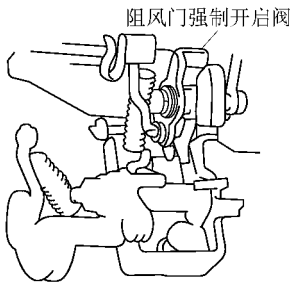

图 2-29 弯曲阻风门强制开启阀拉杆进行调整
2) 弯曲阻风门强制开启阀拉杆进行调整，如图 2-29 所示。